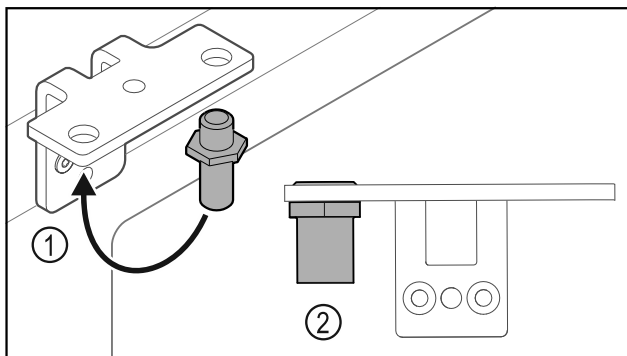

Fig. 27
- Μεταφέρετε τον πείρο Fig. 27 (1) στη γωνία μεντεσέ.
- Σφίξτε τον πείρο Fig. 27 (2) με **ροπή 12 Nm**.